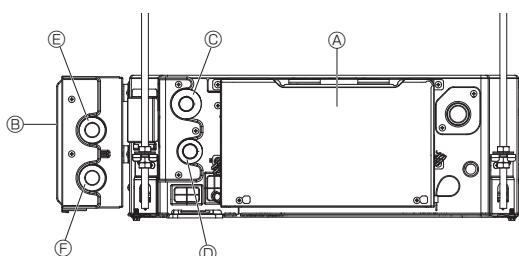

Fig. 4-10
1. İç ünitenin çıkış borusunu Ⓛ, VALF KİTİNİN giriş borusuna Ⓜ ø22 boru (yerel olarak temin edilir) ile bağlayın. (Fig. 4-10)